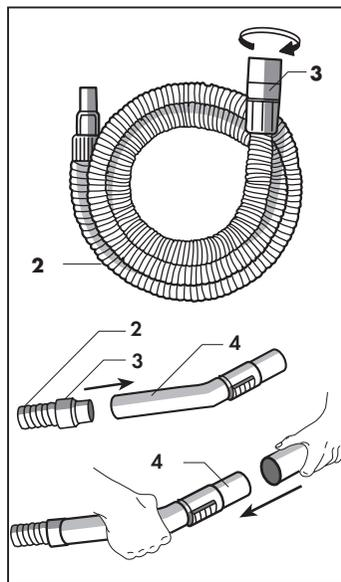

Fig. 8
Para acoplar los diferentes componentes es suficiente introducir la unión (3) del flexible (2) en la empuñadura (4) e introducir la parte hembra del accesorio que se quiere utilizar en la parte terminal macho de la empuñadura (4). (Fig. 8).